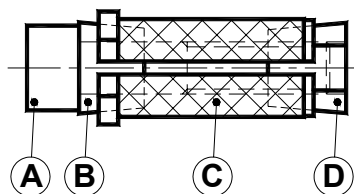
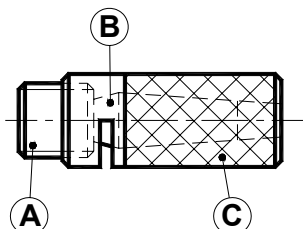

fig 3
fig 4
Il loro funzionamento si basa sull'espansione di una camicia esterna tagliata (C) (che a seconda dei "tipi" può essere con forma tonda zigrinata o quadrata o rettangolare) mediante uno due coni (B e D) (fig.3) che vengono sottoposti a trazione da una vite TCEI o TE e da una vite senza testa (A) (fig.4) che spinge il cono B nei tipi 400-500-600. Nei tipi 100-200-300 l'azione dei coni, quindi, determina l'espansione della camicia esterna che va ad aggarrarsi sugli elementi meccanici che si vogliono collegare insieme.
Functioning is based on the expansion of a cut external lining (C) (which, depending on types, may be round knurled, square or rectangular) through one-two cones (B and D) (fig.3) that are subjected to traction by a TE or TCEI screw and a headless screw (A) (fig.4) that pushes cone B in 400-500-600 models. In types 100-200-300 the action of the cones causes the external lining to expand and fasten onto the mechanical elements to be connected together.